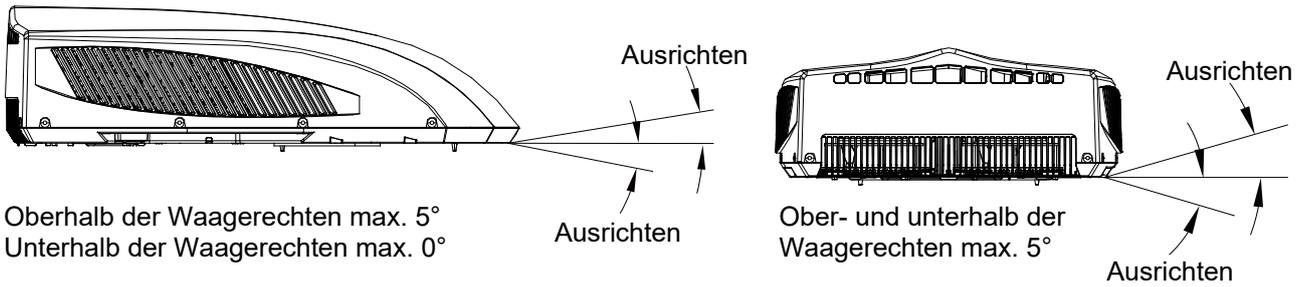

Abb. 2
1. Die Dacheinheit muss auf einer Fläche installiert werden, die in den beiden Richtungen waagrecht ist, wenn der Wagen auf horizontaler Oberfläche abgestellt ist. Im Bild 2 sind die maximal zulässigen Montageabweichungen von der Horizontalen angegeben.